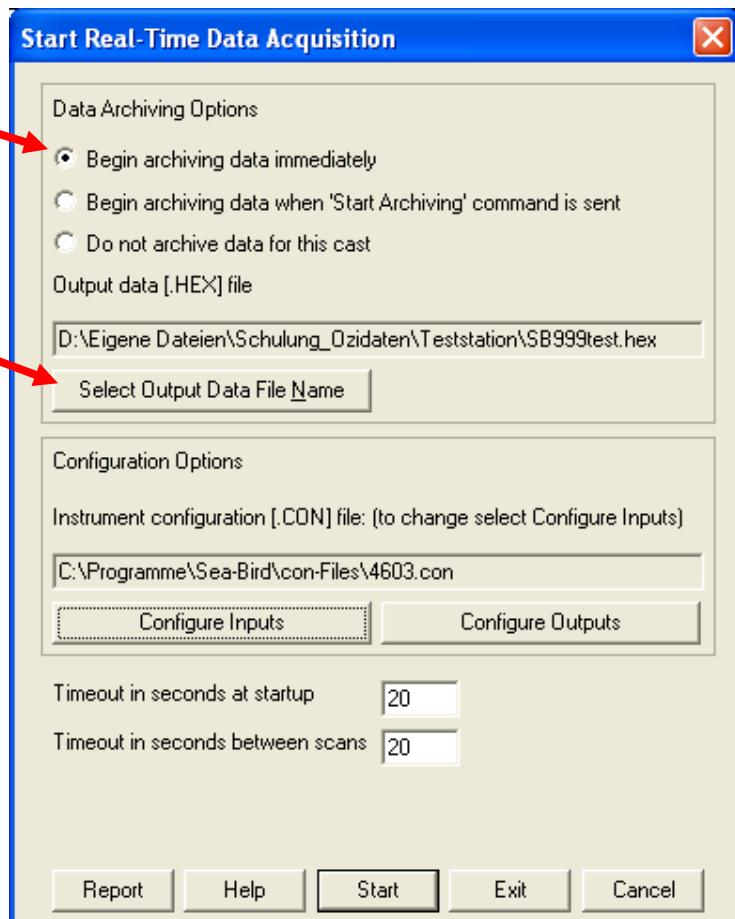

Abb. 2. Data Acquisition Fenster
3. **Real-Time-Data → start...** drücken. Im Pop-Up Fenster **Begin archiving data immediatly** auswählen (Abb. 2, Seite 7).
5. **Real-Time-Data → start...** drücken. Im Pop-Up Fenster **Begin archiving data immediatly** auswählen (Abb. 2, Seite 7).